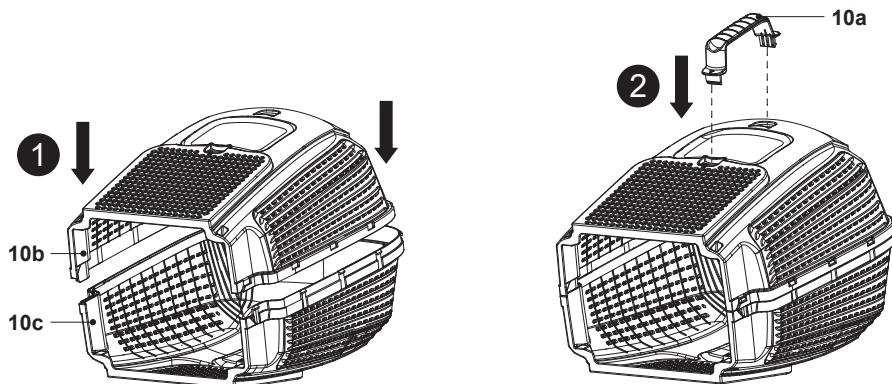

Fig. 4
3. Encaje el asa (10a) en la parte superior del depósito de hierba (Fig. 4).